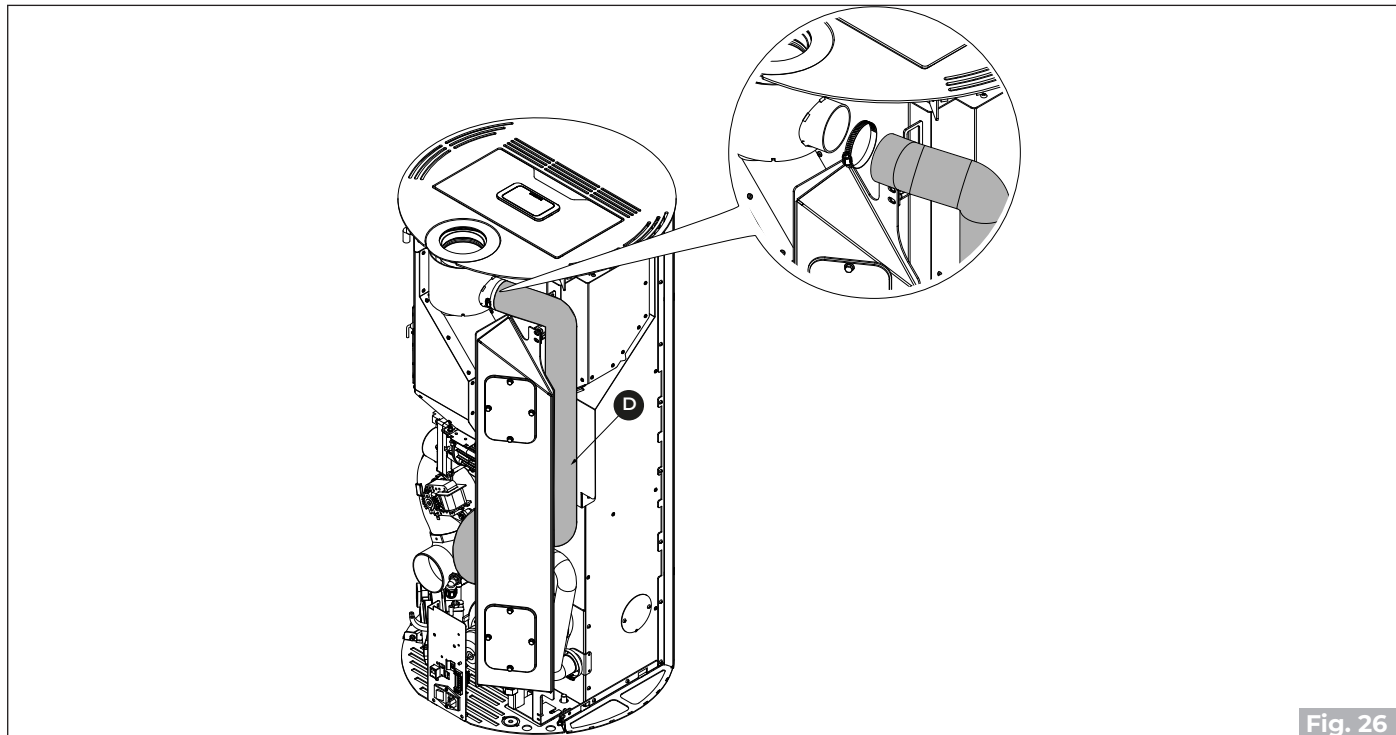

Fig. 26
- Odvojite crijevo za zrak za izgaranje **(D)** u gornjem dijelu ("Fig. 26").